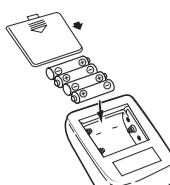

Рис. 3
1. Откройте крышку отсека для элементов питания и вставьте 4 элемента типа AAA как указано на схеме, расположенной внутри отсека. Убедитесь, что полярность соблюдена. Не прилагайте чрезмерных усилий при снятии крышки отсека для элементов питания (рис. 3).